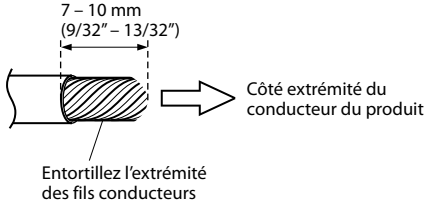

Fig. 5
2. Retirer l'isolation des bouts des fils de connexion de 7 – 10 mm (9/32" – 3/8"). (Fig. 5)